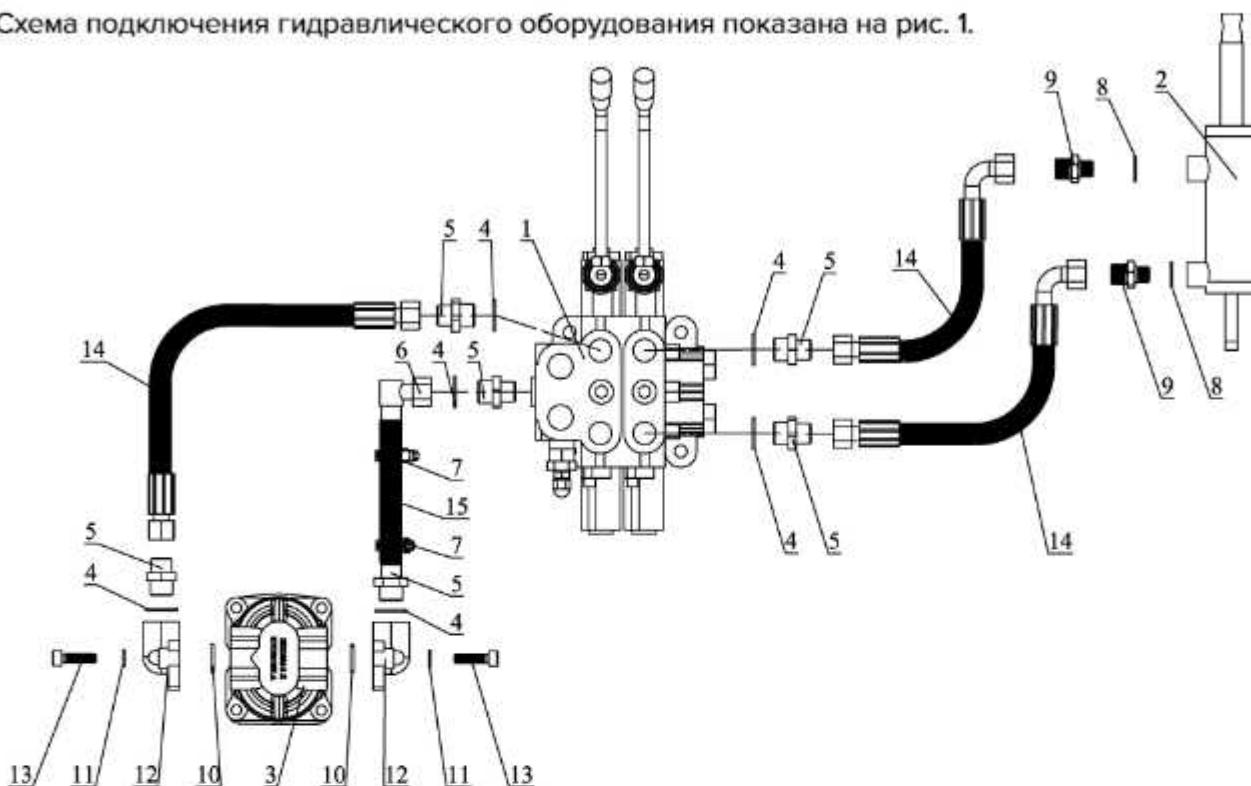

Рис. 1. Гидравлическая схема.
Схема подключения гидравлического оборудования показана на рис. 1.
- Установите гидроцилиндр на подъемный механизм. Шток цилиндра (2) должен крепиться к подвижной части подъемного механизма.
- Присоедините два гидравлических шланга (14) к одной из магистралей гидрораспределителя, согласно рис. 1.
- Убедитесь в наличии уплотнительных колец (4), (8).
2. Подключение гидромотора (3).
- Согласно рис. 1, подключите гидравлический шланг высокого давления на входной канал ГМШ. На входной канал указывает стрелка на корпусе ГМШ. Неправильный монтаж приведет к выдавливанию сальника ГМШ (сальник имеется в комплекте ЗИП).
- На выходной канал, от которого указывает стрелка на корпусе ГМШ, подключите гидравлический шланг (15) (обратка).
При монтаже гидравлики используйте необходимые уплотнительные кольца согласно рис. 1.